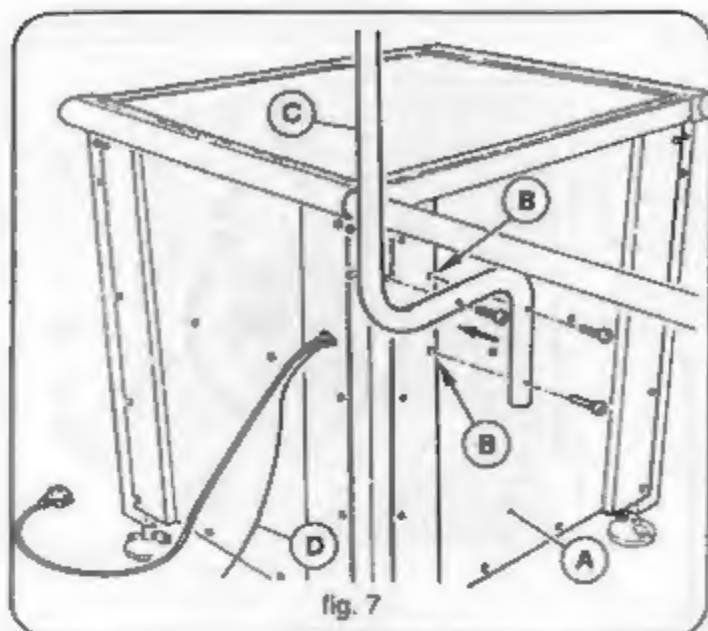

fig. 7
- Renverser le banc (Fig.7).
- Positionner le panneau latéral A, pourvu des pièces intercalaires B, comme d'après la Fig.7 et le fixer au moyen de n°12 vis-taraud.
- Fixer le tube porte-câbles C (Fig.7) au moyen de n°3 vis M6x40.
- Le troisième panneau latéral doit être positionné comme d'après la Fig.7 et fixé au moyen de n°12 vis-taraud.
Fixer le câble de la torche, le câble D (Fig.7) et le câble